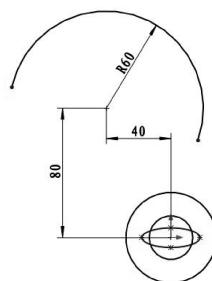

图 2-37 绘制圆弧 1 并尺寸约束
- 05 单击【圆心/起/终点画弧】按钮，绘制圆弧 1，并对圆弧进行尺寸约束，结果如图 2-37 所示。